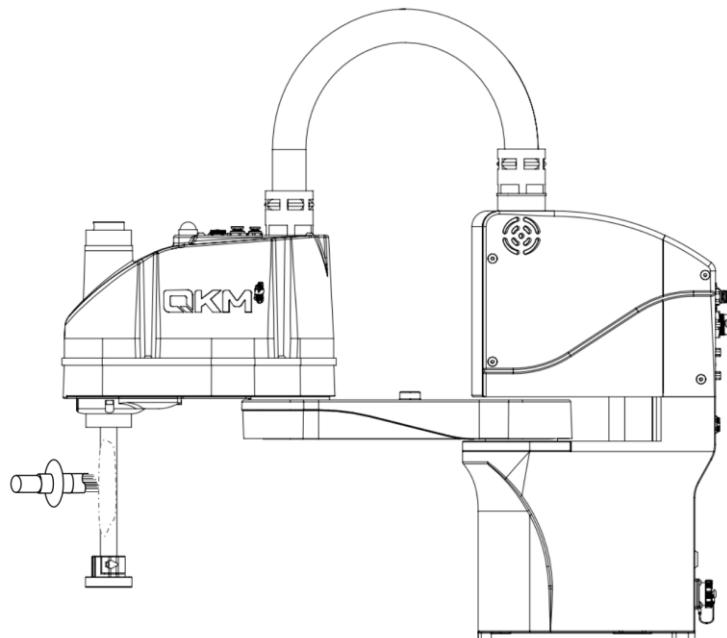

图 4-3 涂抹润滑脂
**步骤2** 用无尘纸擦掉丝杆轴上旧润滑脂，然后在丝杆上涂抹适量油脂，并使用专用油刷将油脂涂抹均匀，如图 4-3 所示。